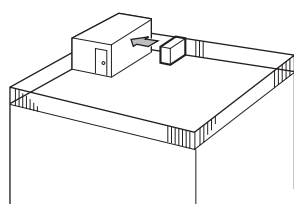

Fig. 2-16
- ① Спрямуйте отвір для виходу повітря до найближчої доступної стіни, яка розташована на відстані приблизно 50 см. (Fig. 2-16)